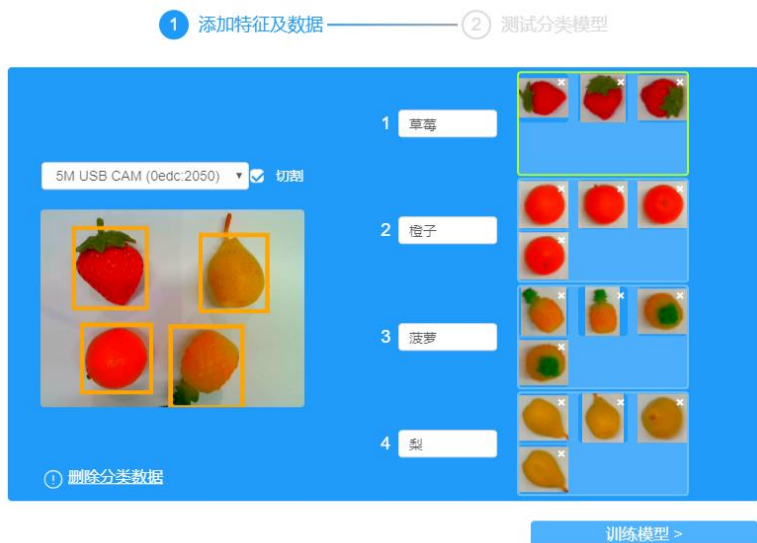

图 2.9 采集商品图像数据
4) 采集商品图像数据。先用鼠标点击数据集框，再用鼠标点击对应的商品，即可将商品图像保存在对应的数据集中，如图 2.9 所示。